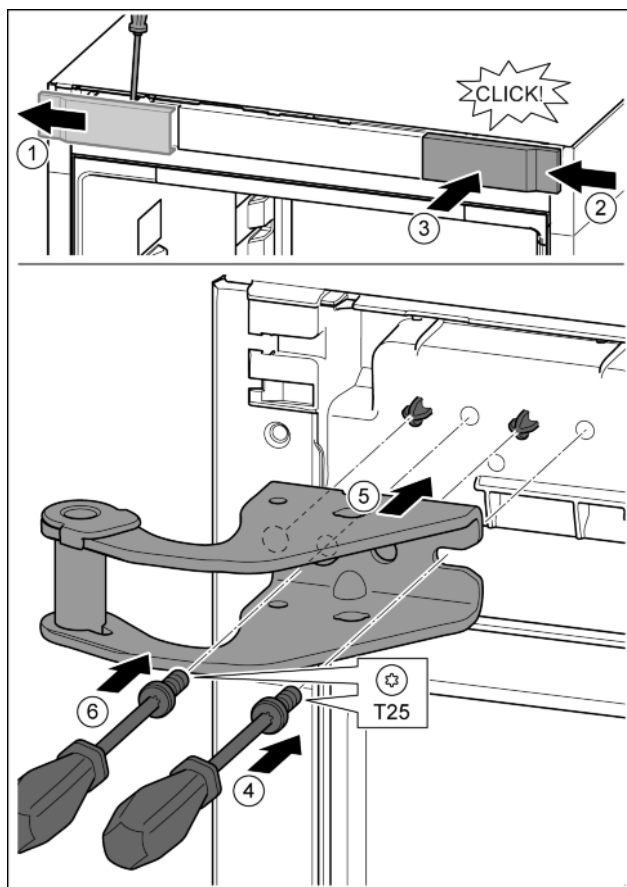

Fig. 13
- ▶ Za pomocą śrubokrętu zwolnić osłonę i zdjąć w bok. *Fig. 13 (1)*
- ▶ Osłonę obrócić o 180° założyć z drugiej strony od prawej. *Fig. 13 (2)*
- ▶ Zazębnić osłonę. *Fig. 13 (3)*
- ▶ Śrubę założyć przy pomocy śrubokręta T25. *Fig. 13 (4)*
- ▶ Założyć górną płytkę zawiasu. *Fig. 13 (5)*
- ▶ Dokręcić śrubę. *Fig. 13 (4)*
- ▶ Śrubę założyć przy pomocy śrubokręta T25 i mocno dokręcić. *Fig. 13 (6)*